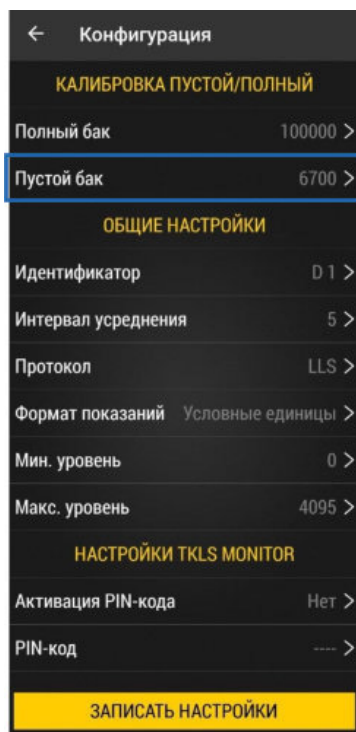

Рис.16. Меню «Конфигурация».
- В меню «Конфигурация» выберите «Пустой бак» (Рис.16). Откроется меню установки показаний пустого бака. Анимация на экране отображает текущие показания и наличие колебаний.